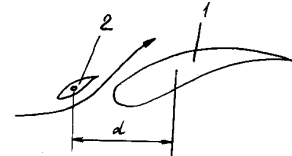

Рис.1
**Вспомогательное крыло самолета** описано в патенте Германии 3827796. Небольших размеров крыло 2 (рис.1) вынесено на некоторое расстояние  $d$  перед основным крылом 1. Крыло 2 имеет поворотное устройство, позволяющее ориентировать его в пространстве произвольным образом. В основном вспомогательное крыло используется на отрицательных углах наклона и увеличивает при этом подъемную силу по передней кромке основного крыла при горизонтальном полете. При взлете и посадке за счет поворота вспомогательное крыло способствует выравниванию обтекания.